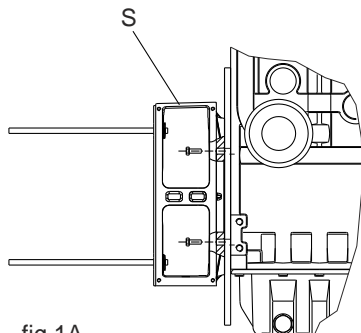

fig.1A
- 2) Fissare lo scudo anteriore S (con i tiranti esterni avvitati) al motore di trascinamento (fig.1A) (coppia di serraggio: 30Nm)
- 2) Fasten the front shield S (with the external tie-rods screwed in) to the drive motor (fig.1A) (Tightening torque: 30Nm)
- 2) Fixez la flasque antérieure S (les tirants externes étant vissés) au moteur d'entraînement (fig.1A) (couple de serrage: 30Nm)
2) Mit angeschraubtem äußerem Gestänge, das vordere Lagerschild S am Antriebsmotor befestigen (fig.1A) (Anzugsmoment: 30Nm)
2) Fijar el escudo delantero S (con los espárragos exteriores enroscados) al motor de arrastre (fig.1A) (par de apriete: 30Nm)